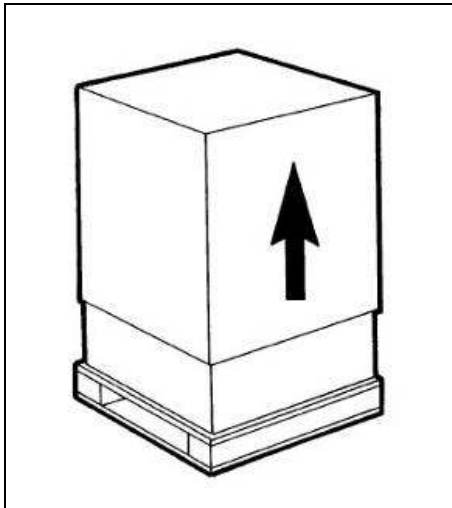

Fig. 18
a) Après avoir retiré l'emballage **en conserver tous les éléments pour le stockage hivernal** et s'assurer de l'intégrité de l'appareil (fig.18).